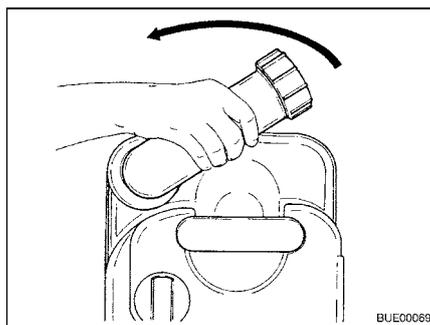

Fig. 178 Girar el tubo de vaciado
- Girar hacia arriba el tubo de vaciado (Fig. 178).